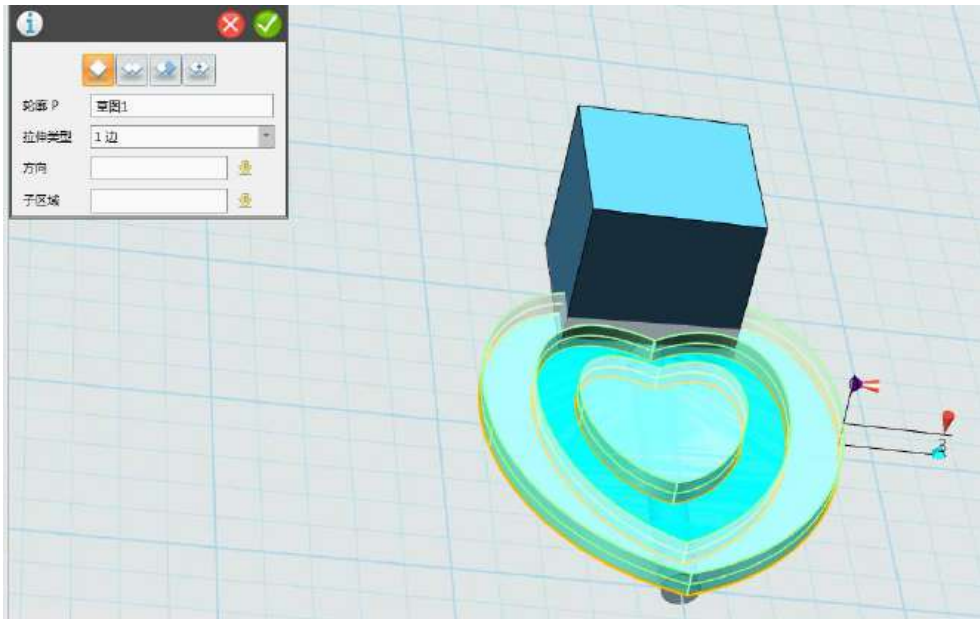

图 1-10
Step 10 点击“特征造型”，选择“拉伸”功能，拉伸体选择之前绘制的心形，在厚度输入“3”毫米，并点击确定，如下图 1-10 所示：